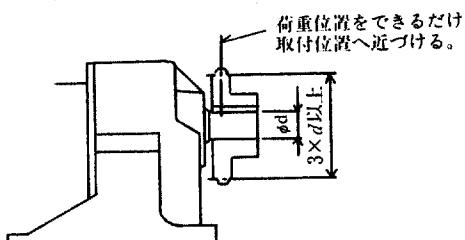

図4 スプロケット位置
- (3) オーバハンジ荷重による損傷を防止するため、スプロケット、歯車、ブーリなどは、荷重位置ができるだけ出力軸段付部側へくるように取り付けて下さい。図4参照。